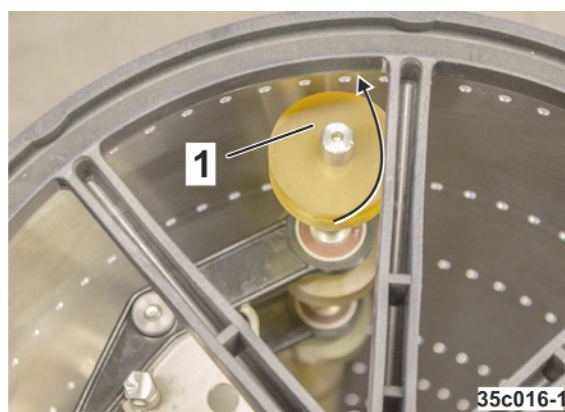

Рис. 332
1. Приставьте ролики для перекрытия отверстий (Рис. 332/1) к распределительному барабану.